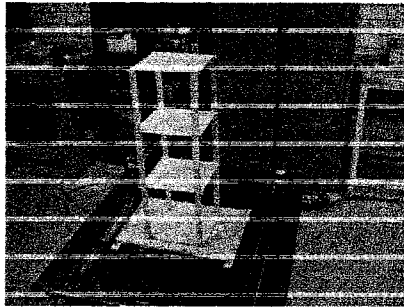

Figura 18 . Modelo tridimensional en mesa vibradora.
- a) Coloque un modelo tridimensional en la mesa vibradora (figura 18)